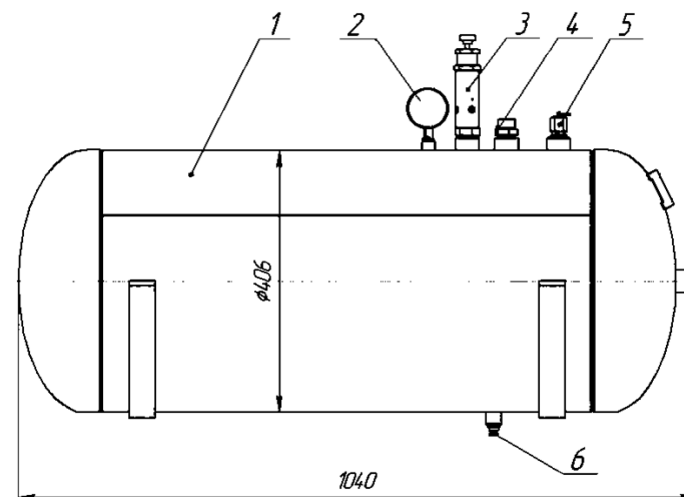

Рисунок 9. Ресивер.
**Поршень 1** цилиндра высокого давления (рисунок 9), диаметром 52 мм, литой чугунный. На поршне установлены три компрессионных кольца 2 от компрессора автомобиля ЗИЛ-120 (деталь 120-3509164А) и одно маслосъёмное.